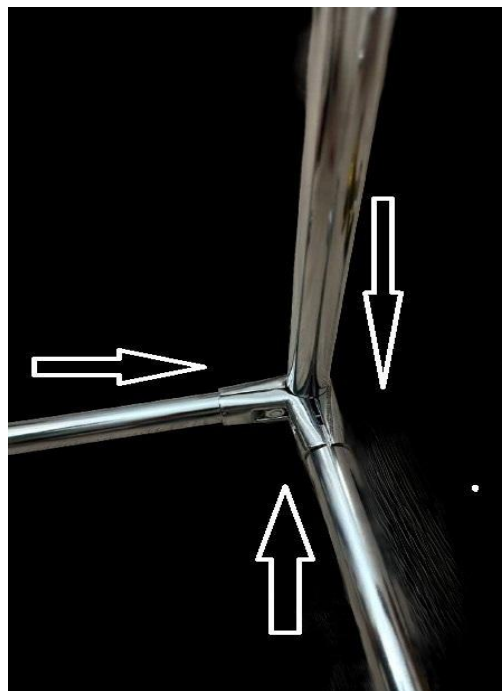

Рис.1
3. В угловое соединение 3-х труб вставляем хромированные трубы (Рис.1)